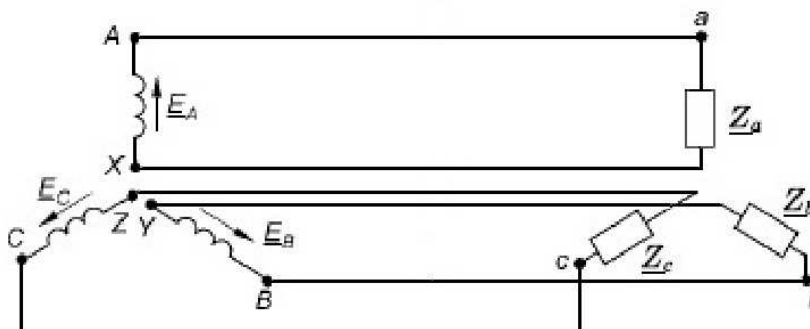

Рис. 3.1.
- 1.1. Собрать несвязанную трехфазную электрическую цепь по схеме на рис. 3.1.